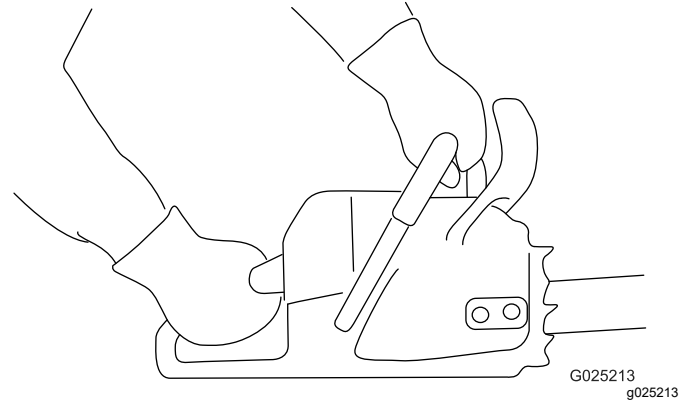

Figura 11
1. Afferrate la motosega con due mani, quella sinistra sull'impugnatura anteriore e quella destra sull'impugnatura posteriore, come illustrato in Figura 11.
- Afferrate la motosega come illustrato in Figura 11.
3. Afferrate la motosega come illustrato in Figura 11.
1. Afferrate la motosega come illustrato in Figura 11.